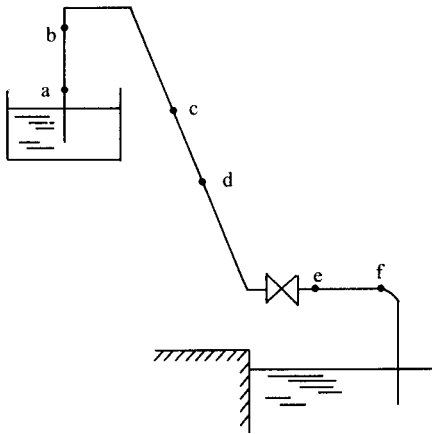
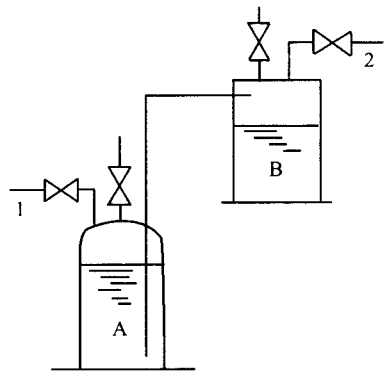

图 1-11
图 1-12
65. 有一套虹吸装置如图 1-11 所示。图中管段 ab、cd、ef 等长、等径, 则压差 Δp_{ab} 、 Δp_{cd} 、 Δp_{ef} 的大小关系为_____。
- ① $\Delta p_{ab} > \Delta p_{cd} > \Delta p_{ef}$
- ② $\Delta p_{cd} > \Delta p_{ef} > \Delta p_{ab}$
- ③ $\Delta p_{ef} > \Delta p_{ab} > \Delta p_{cd}$
- ④ $\Delta p_{ab} = \Delta p_{cd} = \Delta p_{ef}$
66. 要将某液体从 A 输送到 B(如图 1-12), 可以采取用真空泵接管 2 抽吸的办法, 也可用压缩空气通入管 1 压送的办法, 对于同样的输送任务, 流体在管路中的摩擦损失与这二种输送方式的选择关系为_____。
- ① 抽吸输送摩擦损失大
- ② 压送的摩擦损失大
- ③ 要具体计算才能比较
- ④ 这两种方式摩擦损失一样